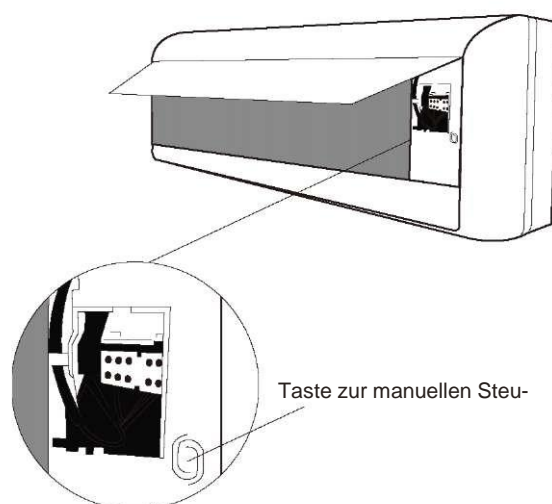

Abb. 8.1
2. Sie finden die Taste zur **MANUELLEN STEUERUNG** auf der rechten Seite des Geräts. Drücken Sie die Taste zweimal, um die **KÜHLEN**-Funktion auszuwählen. Siehe **Abb. 8.1**